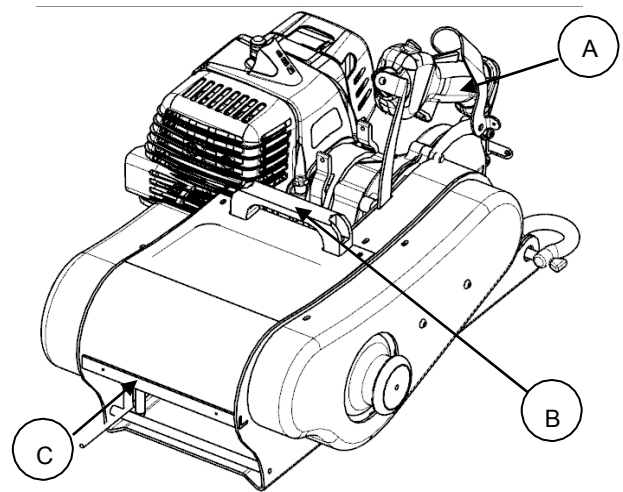

Abbildung 1: Transport mit Winde
Verwenden Sie zum Transport beide Hände und fassen Sie die Winde mit der rechten Hand am Gashebel (A) an, während Sie mit der linken Hand den Griff (B) oder die vordere Halterung (C) festhalten (Abb. 1).